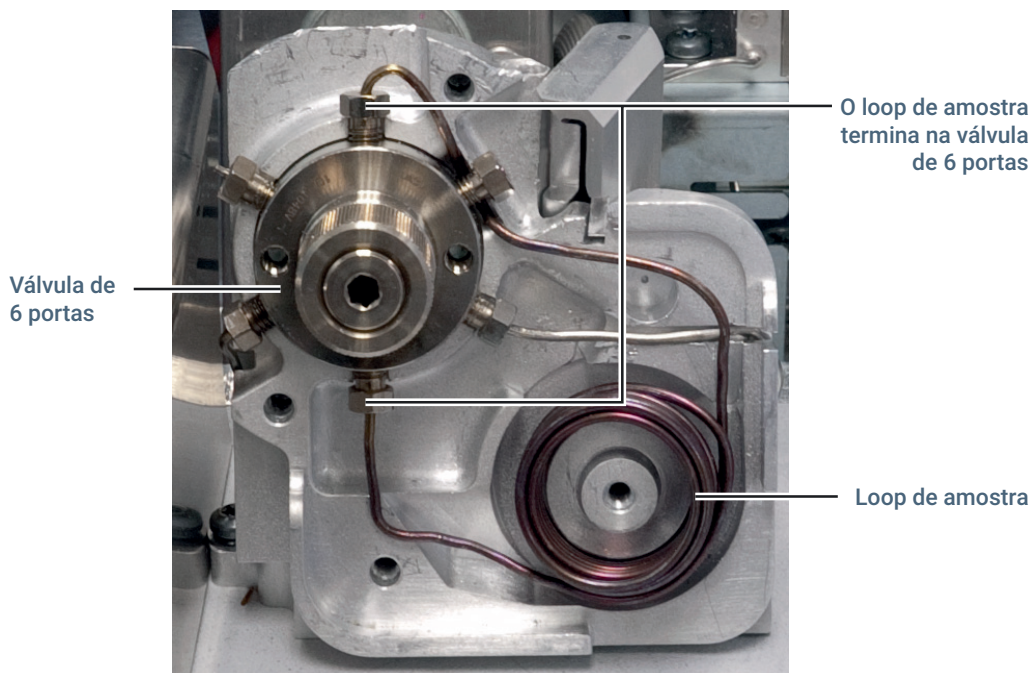

Figura 19. Desconecte o loop de amostra da válvula de 6 portas
- 7 Usando uma chave inglesa de 1/4 de polegada, desconecte as duas extremidades do loop de amostra da válvula de 6 portas (**Figura 19**).
- 9 Remova o loop de amostra (**Figura 19**). Puxe o encaixe da sonda de amostra solta apenas o suficiente para deslizar o tubo do loop de amostra por baixo dele.